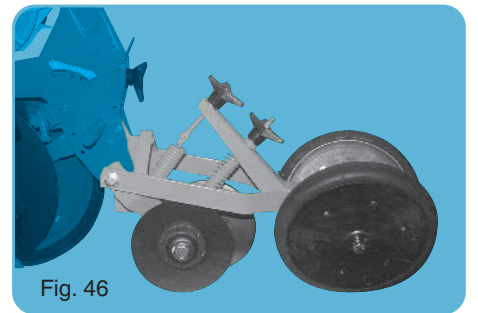

Fig. 46
- Blocs arrières à disques (fig. 46).
- Rear unit with two discs Ø 200 (fig. 46).
- Schrägandruckrollen mit Zwei Säscheiben (Abb.46)